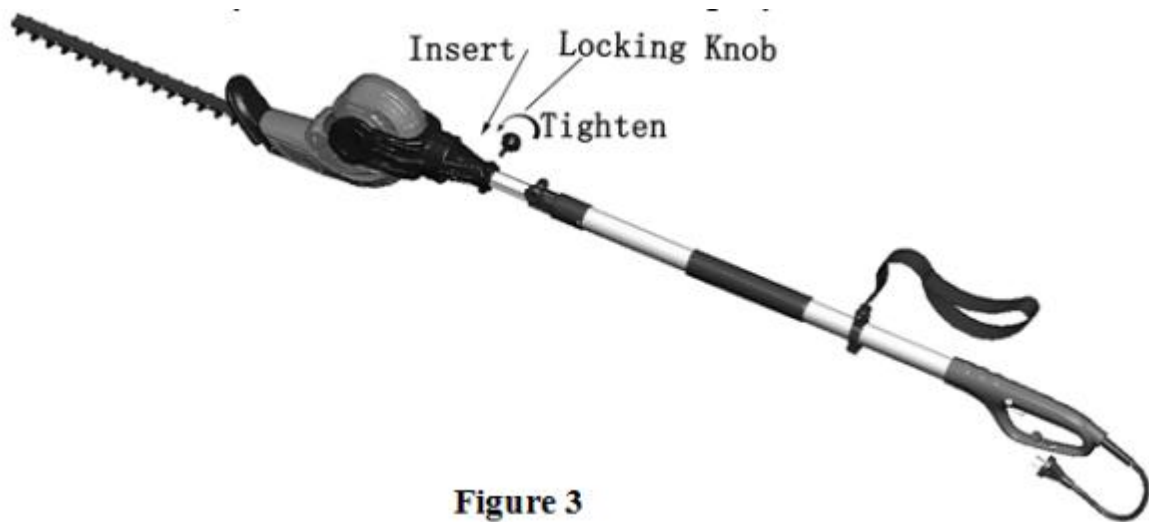

Figure 3
3. Insérez le bouton de verrouillage dans le trou de vis (voir Figure 3), puis serrez fermement la vis du bouton de verrouillage. Assurez-vous que la connexion est étroite.